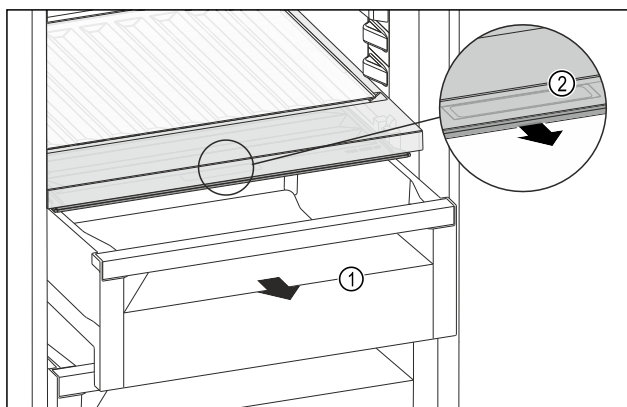

Fig. 144
- ▶ Zásuvku Fig. 144 (1) vytáhněte.
- ▶ Uchopte prohlubeň pro rukojeť Fig. 144 (2) na víku zásuvky a současně zatáhněte za víko zásuvky směrem dopředu.